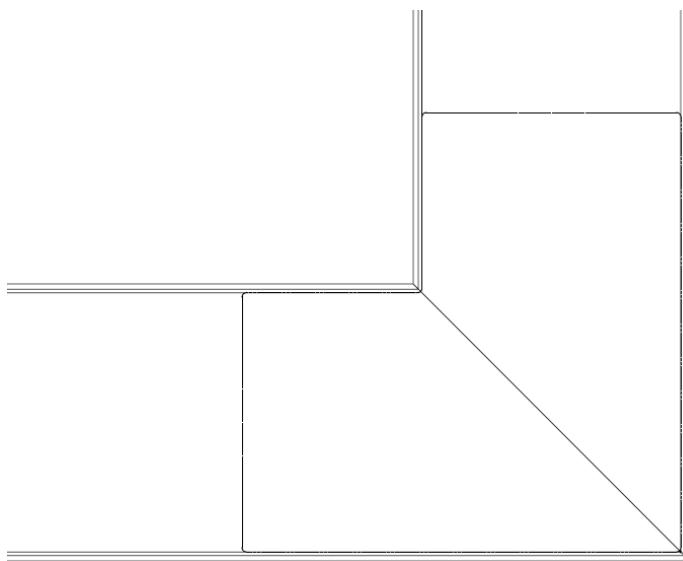

Рис.2
5. После сборки светильника, подрезать рассеиватели (4шт) по месту, избегая нахлеста и зазоров между рассеивателями (рекомендуемая подрезка – под 45 градусов), как на Рис. 2.
7. Ровным слоем нанести на стыки L-образных корпусов герметик (есть в комплекте) (Рис.2)